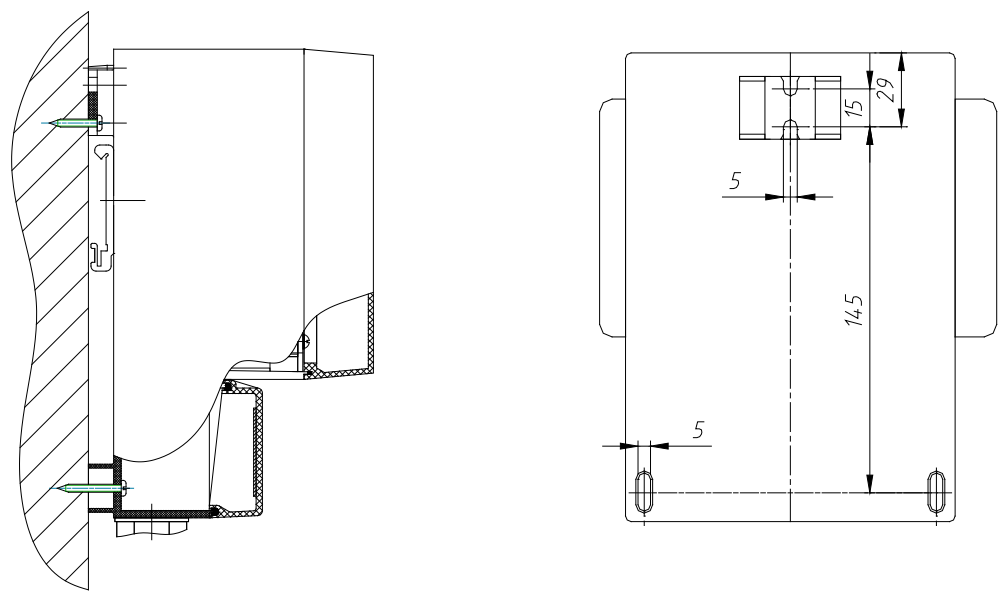

Рис. 8. Монтаж БОИ на стену
2.2.7.4 Пример монтажа БОИ на стену показан на рис. 8.